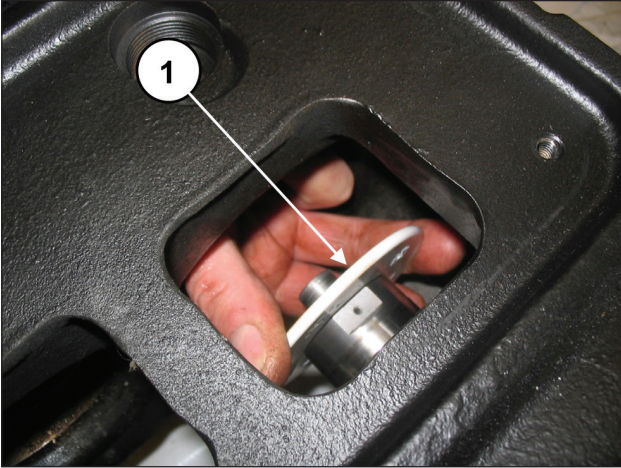

Fig. 126
Déposer les anneaux anti-éclaboussures des guides de pistons (rep. ①, Fig. 126).